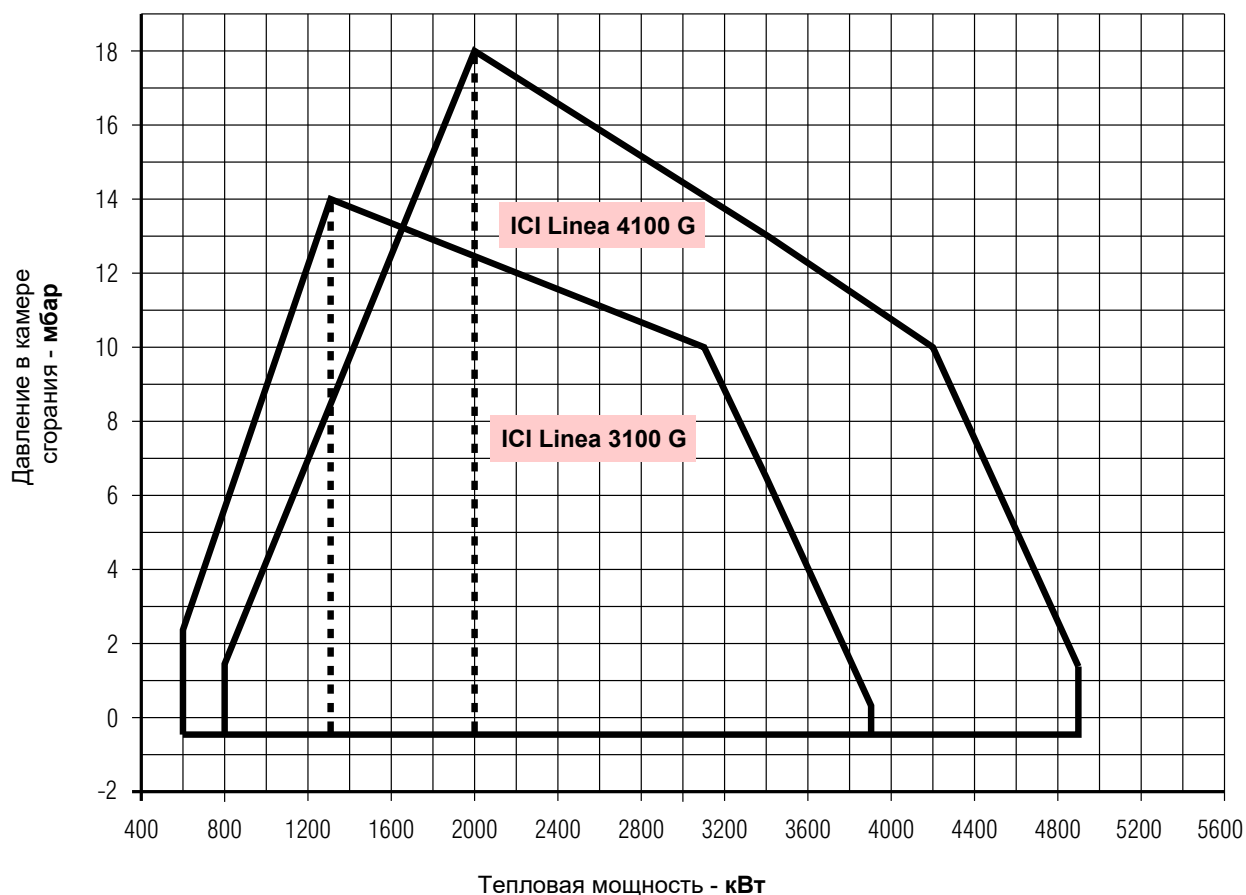

Рис. 3
**МАКСИМАЛЬНУЮ МОЩНОСТЬ** следует выбрать в пределах пунктирной зоны диаграммы (Рис. 3).
Рабочий диапазон (Рис. 3) был получен при температуре окружающей среды 20 °С и атмосферном давлении 1013 мбар (примерно 0 м над уровнем моря) с головкой горения, отрегулированной, как показано на стр. 19.